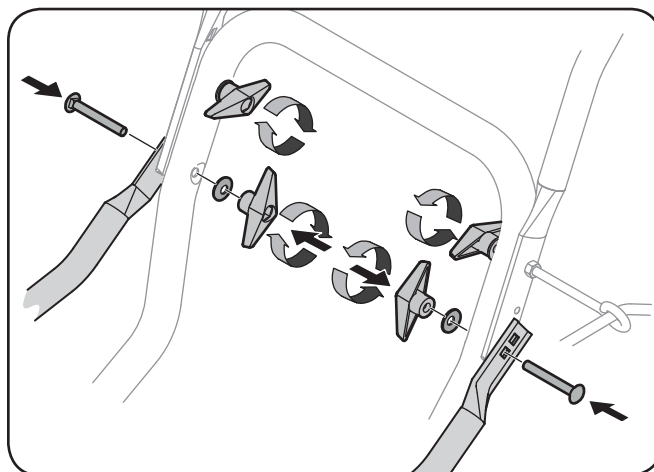

Figura 3-3
5. Sujete la manija superior, los tubos de soporte y la manija inferior con las dos tuercas de mariposa y los pernos del carro que se retiraron antes. Apriete las dos tuercas de mariposa ya instaladas en los orificios superiores para sujetar firmemente la manija superior y los tubos de soporte. Vea la Figura 3-3.